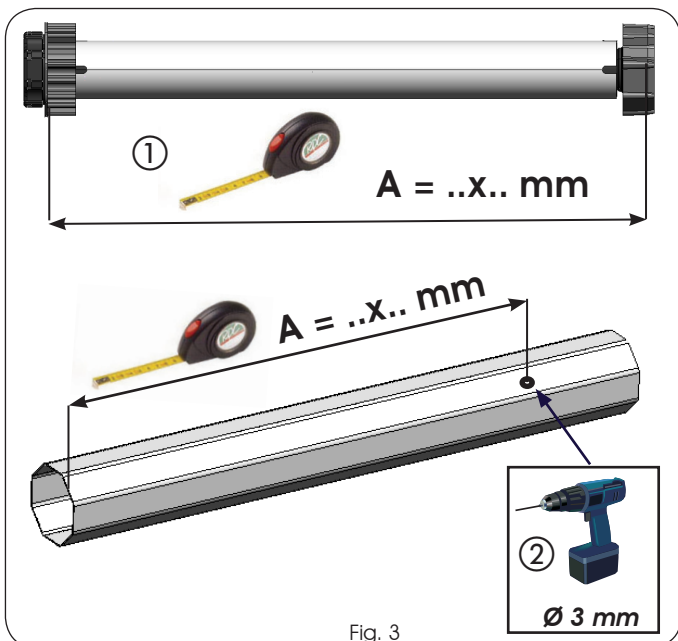

Fig. 3
- 1) Mesurer la cote A sur le moteur tubulaire d'après les indications fournies dans la figure 3 réf. ①.
- 2) Réaliser un trou avec un foret  $\varnothing$  3mm sur le rouleau (Fig. 3 réf. ②) à la distance A, mesurée précédemment sur le moteur tubulaire (Fig. 3 réf. ①).